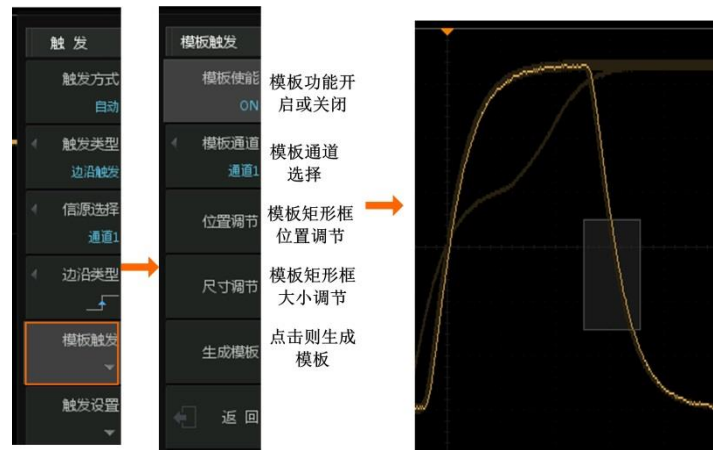

图 10.11 模板触碰功能菜单
某些信号出现频率低，无法观察其特征，难以通过标准触发将信号触发出来的情况下，模板触碰对特殊信号的触发提供了便利。模板触碰功能菜单如图 10.11 所示。
- 3、点击【Trigger】进入触发菜单, 点击菜单右侧相应软键【模板触发】, 设置【模板使能】为“ON”, 如图 10.11 所示, 屏幕上出现一个白色矩形框;